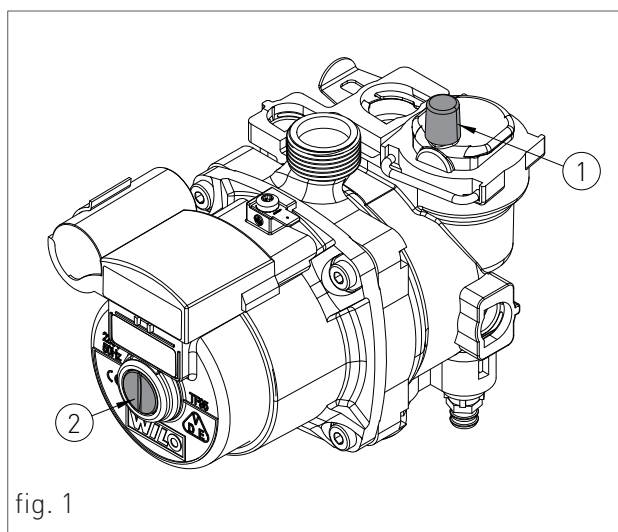

fig. 1
2. allentare leggermente il tappo della valvola jolly del circolatore (1-fig. 1) per permettere all'aria di fuoriuscire dall'impianto;
6. svitare il tappo del circolatore (2-fig.1) per eliminare eventuali bolle d'aria e richiuderlo alla fuoriuscita di acqua;